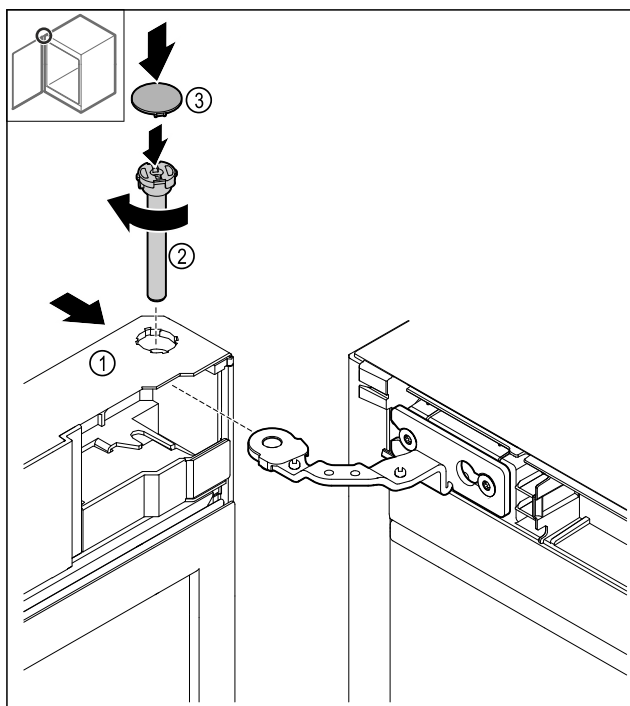

Fig. 43
- Pomaknite vrata Fig. 43 (1) gore do šarke.
- Umetnite svornjake Fig. 43 (2) i pritegnite ih nadesno.
- Postavite poklopac Fig. 43 (4).